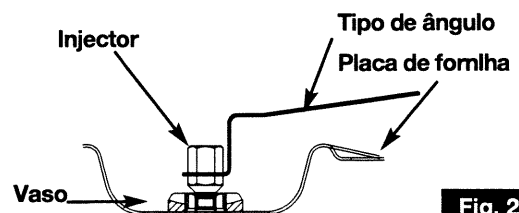

Fig. 2
- Com ajuda da chave fornecida, desatarraxe os injectores situados no fundo da cada pote e retire-os (fig 2).